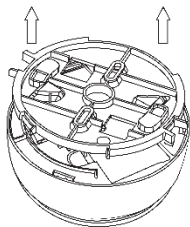

Figura 1
2. Ruotare e rimuovere la staffa di fissaggio della sirena (vedi Figura 1).